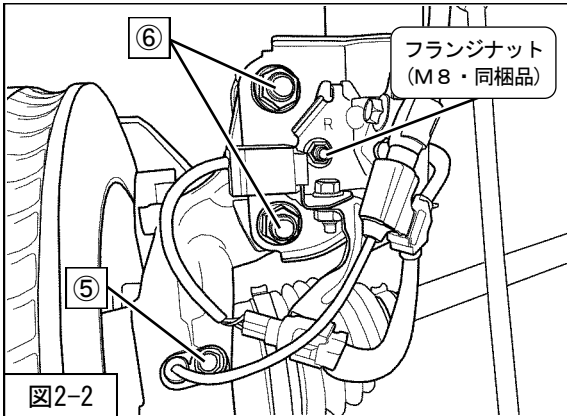

図2-2
- 2. ⑥フロントサスペンションASSYロア取付ボルト・ナットを取付けてください。(図2-2) (締付トルク: 155N・m)
※⑥フロントサスペンションASSYロア取付ボルト(2本)を取付ける際は、上側のキャンバー調整用アジャストボルトを取外す前に付けた合いマークを目印にし、上側から規定トルクで締付けてください。(図2-2)
- 3. ⑤ABSセンサハーネス取付ボルト(締付トルク: 7.5N・m)を取付けてください。(図2-2)
- 4. フランジナット(M8・同梱品)(締付トルク: 20N・m)を使用し、ABSセンサハーネスブラケットを取付けてください。(図2-2)